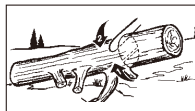

Fig. 13B
2. Stock med stöd i en ände: Skär först 1/3 av stockens diameter underifrån för att undvika flisning. Skär sedan från ovan för att möta det första snittet och undvika klämning (Fig. 13B).